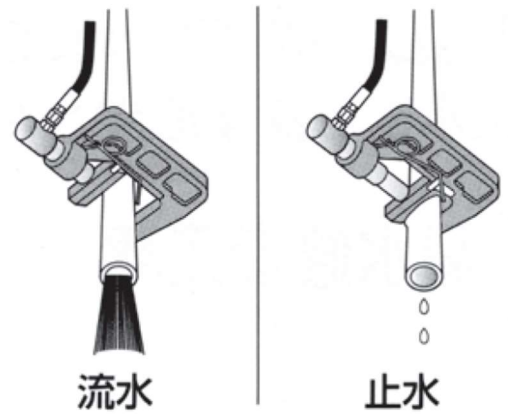

図. B-1
(以下の図B-1はSS-30の図ですが、SS-50でも同様です。)
1. 止水する管に、断水機の圧着部（シリンダーヘッド）を差し込み、フレームとダイスの間に管が入るようにします。(図. B-1、左図)
5. 仮止水している間に管を切断し、交換します。(図. B-1、右図)